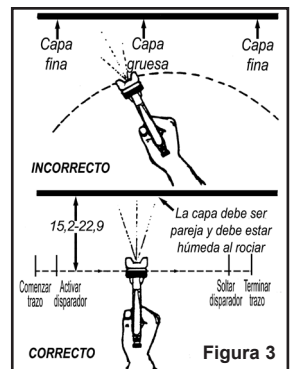
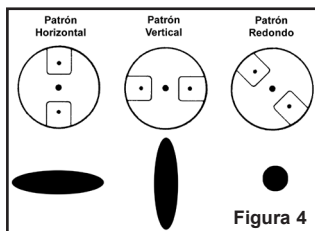

Figura 3
Figura 4
- Comience a rociar. Coloque la pistola a 15-23 cm de la superficie de trabajo y, mientras mueve la pistola de lado a lado, presione el disparador para comenzar a aplicar el material. Para evitar marcas de gotas o chorreaduras, la pistola debe estar siempre en movimiento; antes, durante y después de presionar el disparador (ver Figura 3). Al pintar de izquierda a derecha, siga el patrón vertical y al pintar de arriba hacia abajo, siga el patrón horizontal (ver Figura 4). Practique con un retazo o un cartón hasta que los resultados de la capa de prueba sean
- Forma del patrón de rociado (ver Figura 4): afloje el aro de seguridad y gire la válvula de aire para obtener el patrón de rociado deseado. Apriete con la mano el aro de seguridad después del ajuste.